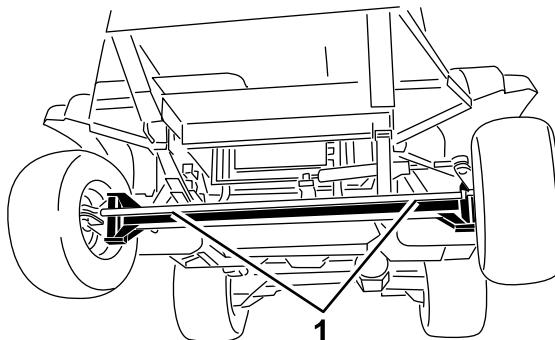
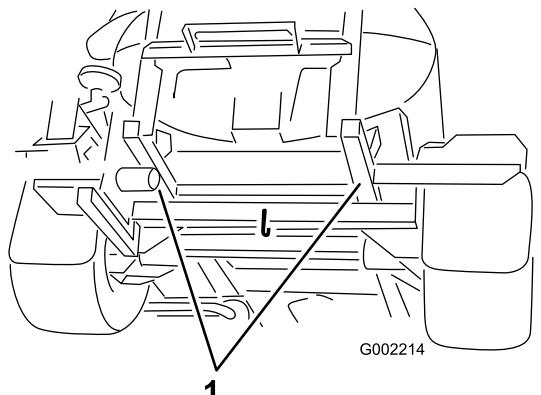

图 46
图 47
4. 将拖绳系在机架上请参照前、后施曳点 图 46 和 图 47。